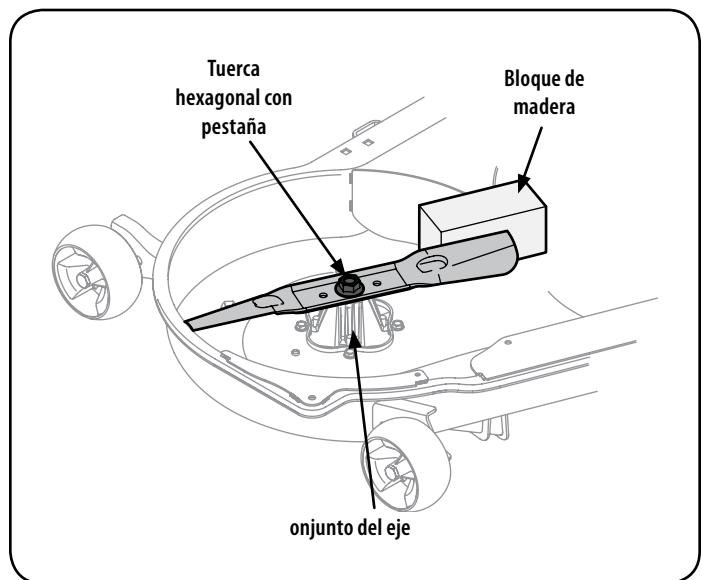

Figura 24
- Use una "llave de 15/16 para sostener la tuerca hexagonal en la parte superior del conjunto del husillo cuando afloje la tuerca hexagonal que fija la cuchilla. Un bloque de madera puede ser colocado entre el alojamiento de la plataforma y el filo de la cuchilla para ayudar a aflojar la tuerca hexagonal que fija la cuchilla. Ver Figura 24.